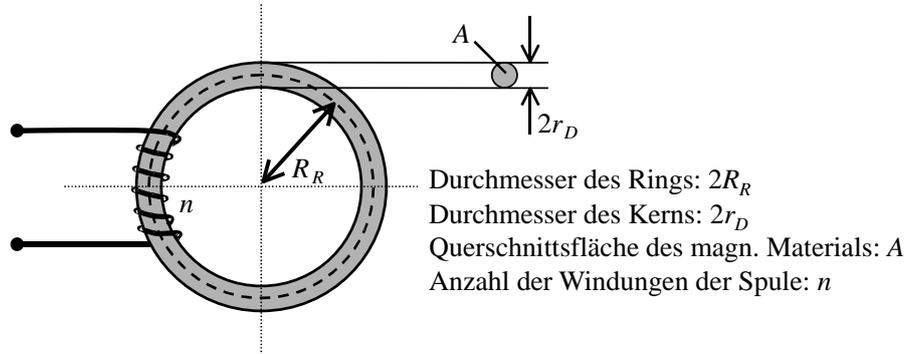

Bild 3: Ringkerntrafo
c) Der in Teilaufgabe a) beschriebene magnetische Werkstoff wird für einen Ringkerntrafo benutzt (Bild 3). Der Ring hat einen Durchmesser von  $2R_R = 5\text{cm}$  und der Kerndurchmesser beträgt  $2r_D = 1\text{cm}$ . Streufelder können vernachlässigt werden und es wird angenommen, dass der magnetische Fluss  $\psi$  homogen ist und vollständig im Spulenquerschnitt  $A$  fließt (das Volumen des Rings kann als  $V \approx 2\pi \cdot R_R \cdot \pi \cdot r_D^2$  angenommen werden).